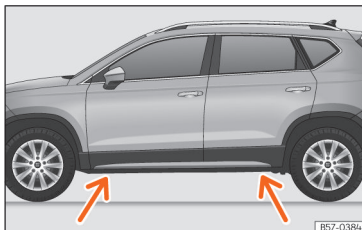

Рис. 228 Точки опори домкрата.
- Знайдіть місця для встановлення домкрата під порогом кузова якнайближче до колеса, котре необхідно замінити >>> **рис. 228**.